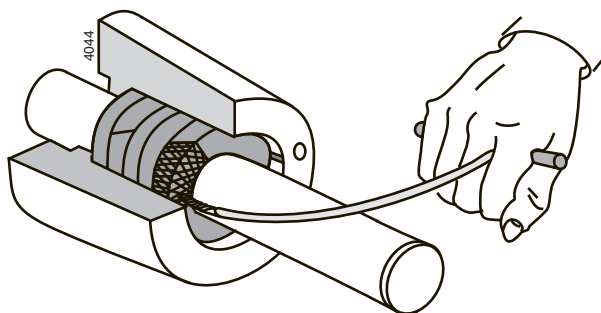

Figura 20: Remoção dos anéis de empanque com um extrator de empanques.
- Para remover os anéis de empanque usados, o fornecedor pode fornecer um extrator de empanques especial. Consulte o figura 20.